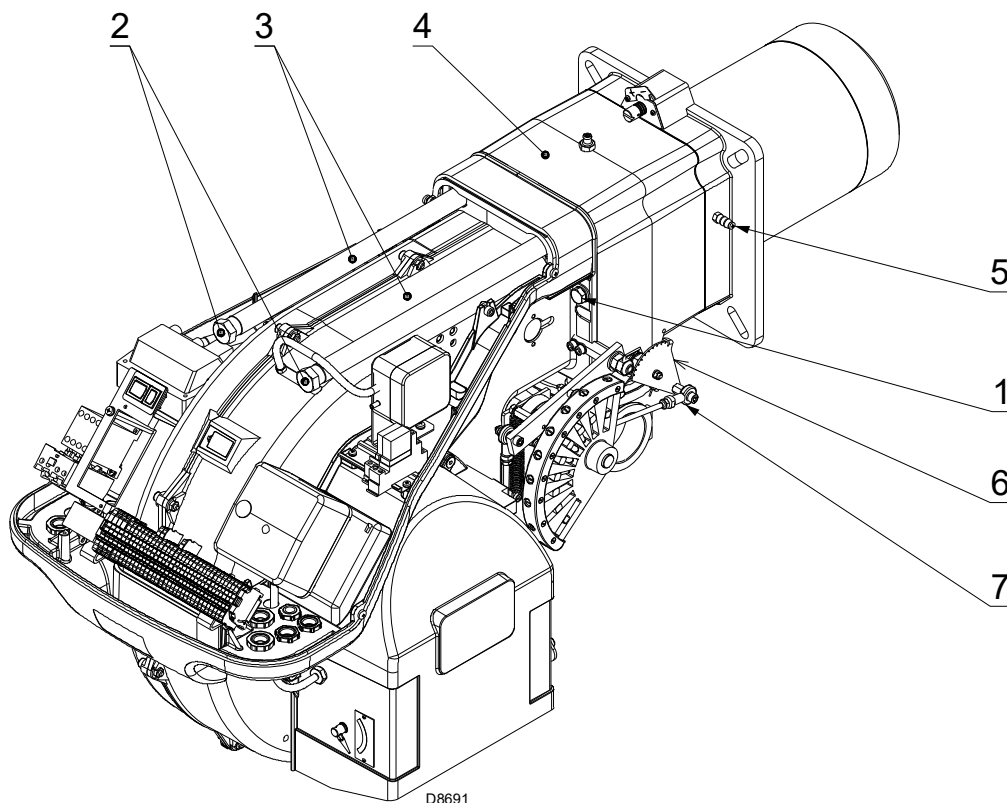

Fig. 17
- inserire il cavo della sonda ed il cavo dell'elettrodo e quindi far scorrere il bruciatore fino al manicotto, bruciatore nella posizione illustrata dalla Fig. 17;